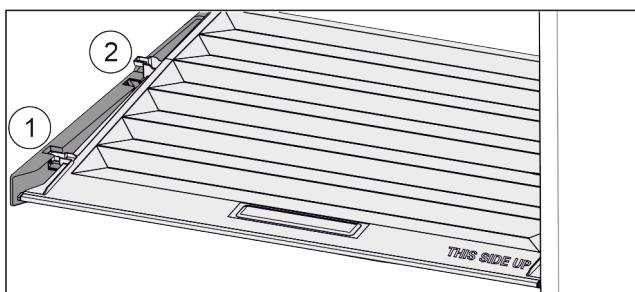

Fig. 51
- Pokrov povlecite naprej Fig. 51 (1) do odprtine v držalnih delih.
- Zadaj ga od spodaj dvignite in odstranite Fig. 51 (2) navzgor.